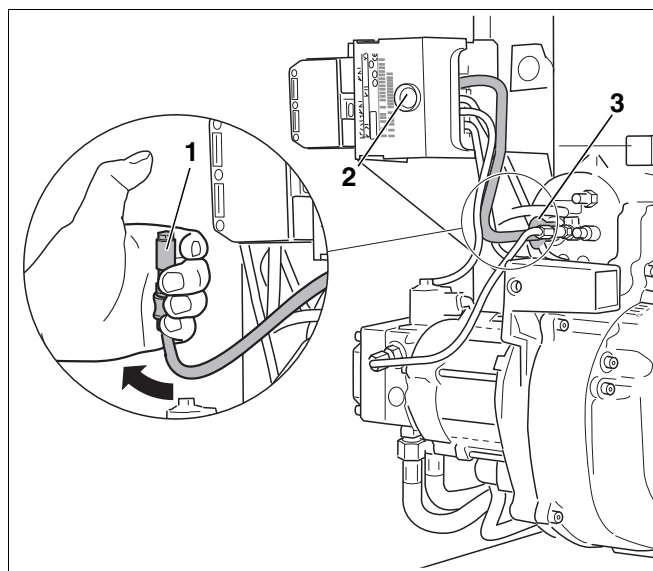

Рис. 19 Проверка работы датчика пламени
- При работающей горелке вынуть датчик пламени из держателя (Рис. 19, поз. 3).
- Закрыть датчик пламени (Рис. 19, поз. 1). После повторного запуска должно произойти отключение из-за неисправности.
- По истечении времени ожидания, составляющего примерно 30 секунд, нужно разблокировать автомат горения дизельного топлива, нажав кнопку подавления помех (Рис. 19, поз. 2).